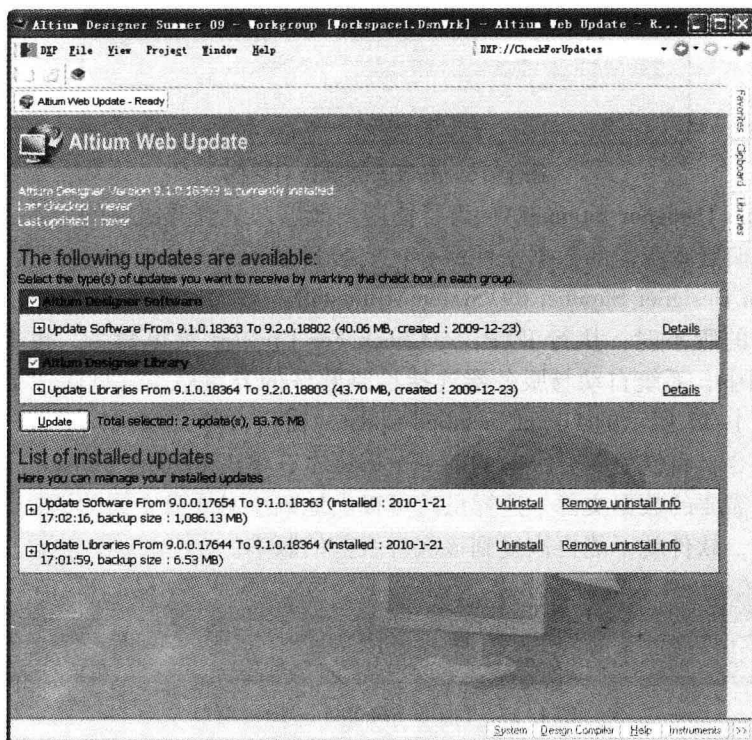

图 1-14 Altium Web Update 升级界面
2) 从网络升级 在软件系统界面单击右上角的菜单命令 DXP: //CheckForUpdates, 进入如图 1-14 所示的 Altium Web Update 界面进行升级。